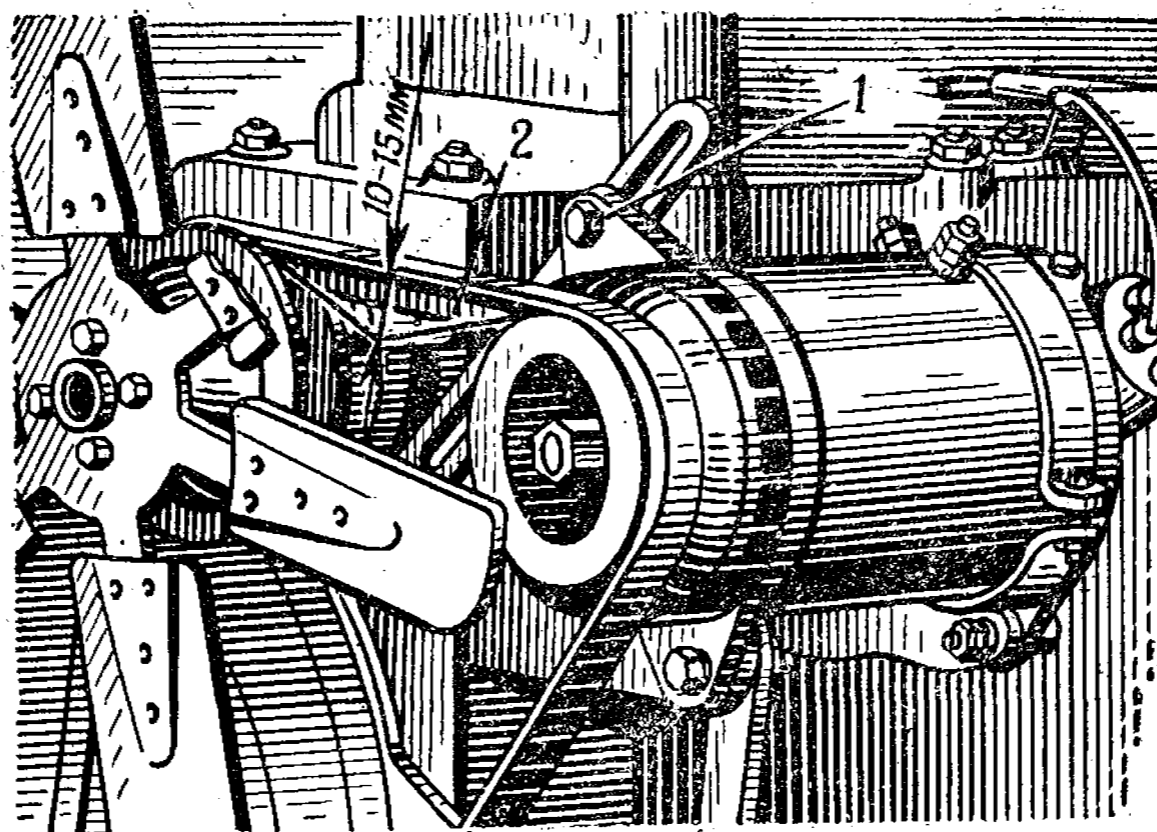

Рис. 25. Натяжение ремня вентилятора и водяного насоса:
2. Ослабить затяжку болта 1 (рис. 25) крепления генератора к установочной планке	Ключ 12—14